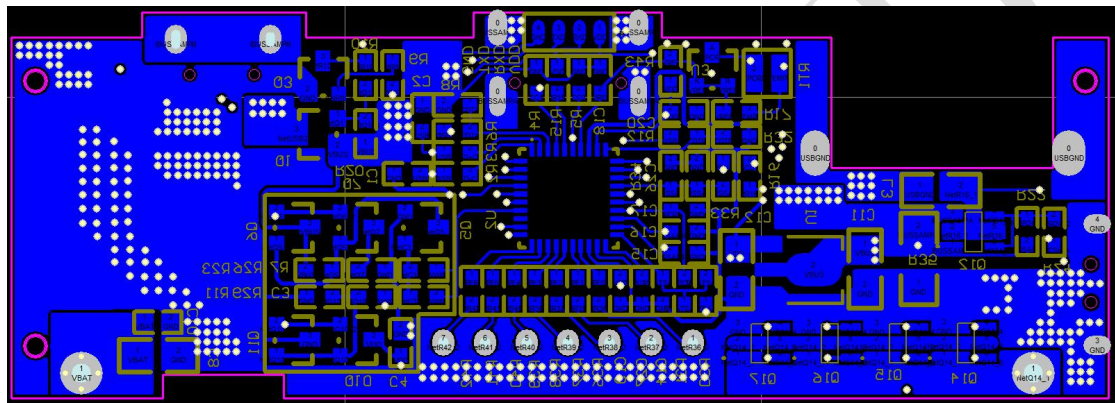

Figure 5 背面 PCB Layout 版图
- 两充一放 Demo 板的 Layout 版图示例如图 Figure 4 和 Figure 5 所示：